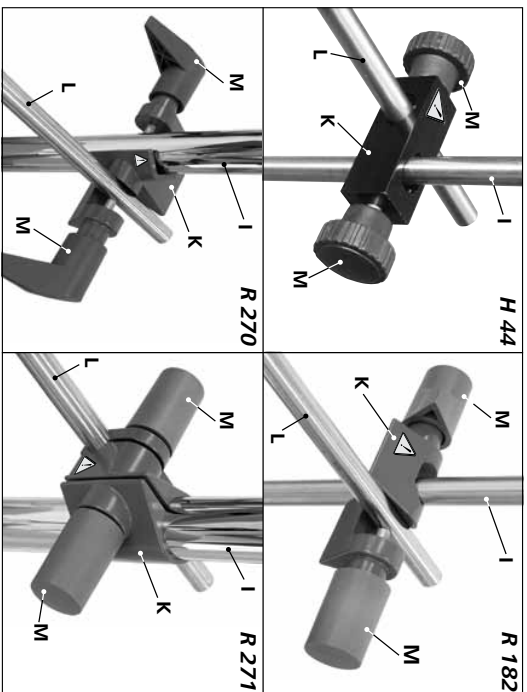

Fig. 1
- Kreuzmuffe (**K**, siehe **Fig. 1**) an Stativsäule (**I**, siehe **Fig. 1**) befestigen; freie Kreuzmuffenseite muss nach oben zeigen (**R 182 / R 270**)!
- Ausleger des Laborgerätes (**L**, siehe **Fig. 1**) befestigen.
- In gewünschter Positionierung des Laborgerätes beide Drehgriffe (**M**, siehe **Fig. 1**) nacheinander kräftig, handfest anziehen.
- Attach cross sleeve (**K**, see **Fig. 1**) to stand (**I**, see **Fig. 1**); open side of cross sleeve must face up (**R 182 / R 270**)!
- Mount laboratory device extension arm (**L**, see **Fig. 1**).
- When laboratory device is in desired position, firmly finger-tighten both turning handles (**M**, see **Fig. 1**) one after another.
- Fixer la noix de serrage (**K**, voir **Fig. 1**) sur la colonne du statif (**I**, voir **Fig. 1**); le côté libre du manchon en croix doit être tourné vers le haut (**R 182 / R 270**)!
- Fixer la console de l'appareil de laboratoire (**L**, voir **Fig. 1**).
- Lorsque l'appareil de laboratoire est positionné comme souhaité, serrer à fond les deux poignées rotatives (**M**, voir **Fig. 1**) l'une après l'autre à la main.